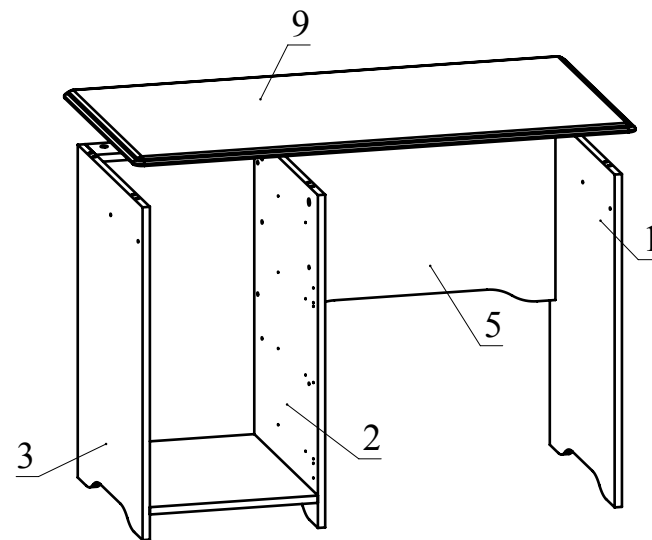

Рис.6
5. Установите деталь 9 на детали 1, 2, 3, 5 и зафиксируйте, повернув головки минификс по часовой стрелке до упора (Рис. 6).